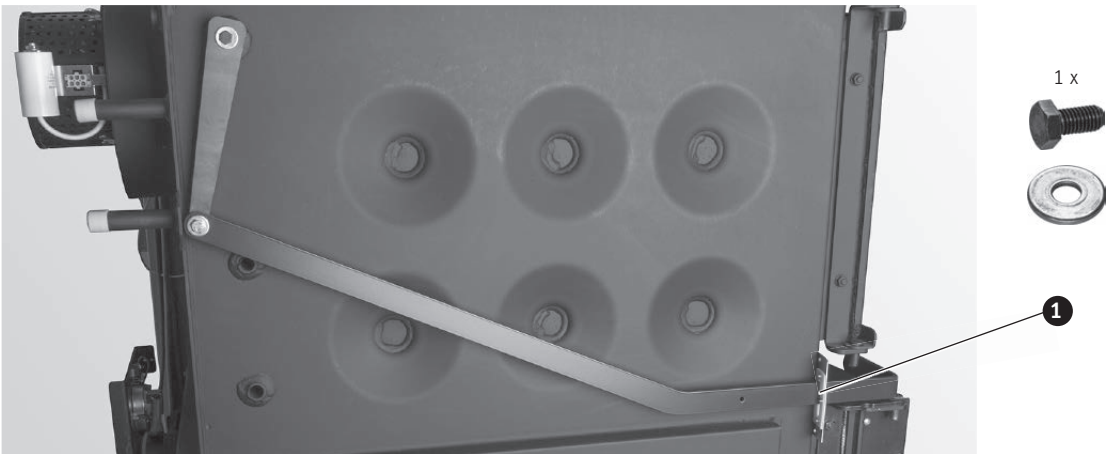

Fig. 54 Avvitare la leva di pulizia scambiatore
- Avvitare la leva di pulizia scambiatore all'albero con la vite a testa esagonale M8x16 e la rondella 8 – Fig. 54.